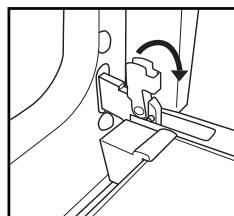

Fig. 1
2. Loft opp de to stopperne og trykk dem forover så langt de går (fig. 1).